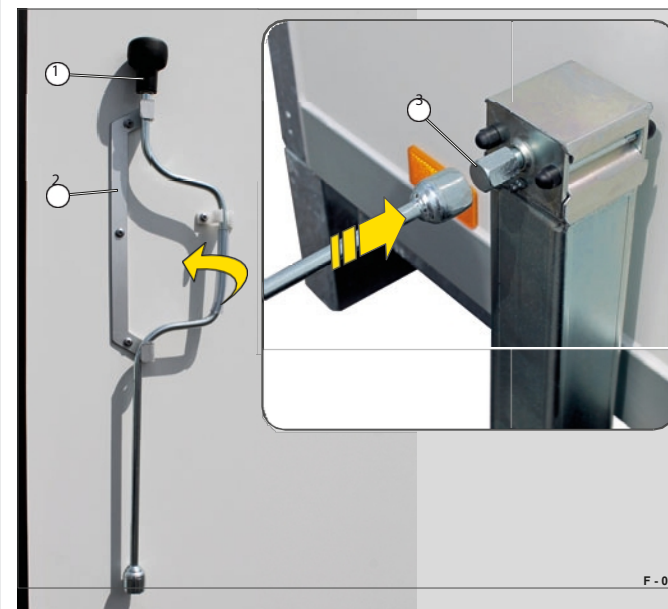

Fig. 13 Demontering av vevhandtaget
► Ta bort vevhandtaget (Fig. 13/1) från hållaren (Fig. 13/2) på den bakre portalens innerdörr.